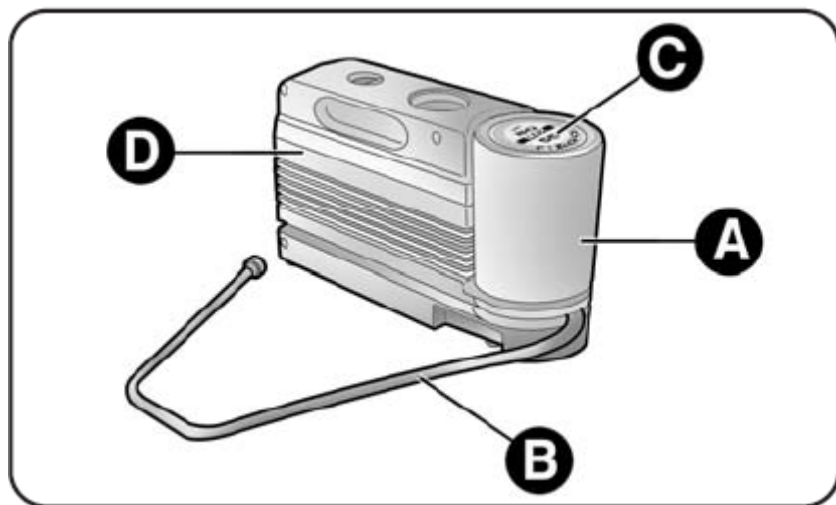

Рис.13
- баллончик **A** - **рис.13** с герметизирующей жидкостью, он оснащен: трубкой для залива жидкости в шину **B** и наклейкой **C** с надписью - «скорость не более 80 км/час», после ремонта шины, наклейку следует разместить на передней панели салона, непосредственно в поле зрения водителя;